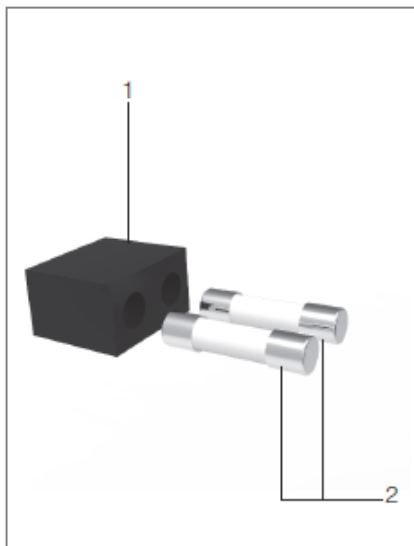

FIG. 2
D. Remplacez les fusibles (2) par les nouveaux et remettez la boîte à fusibles (1) en place FIG. 2.